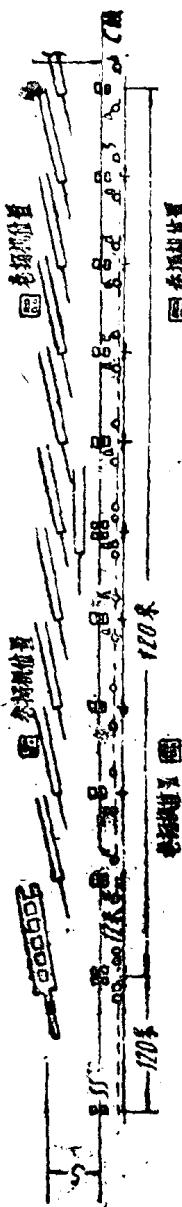

图 5 顺柱列侧向安装平面布置
(1) 顺柱列侧向安装法（见图5）：安装时，将人字架立在杯口侧面，采用滑行法起吊。柱根部另用一台手摇卷扬机或绞磨拖住，以防柱子滑动太快。安完一根柱子后，将人字架顺着柱列侧向移至另一位置，安装另一根柱子。这样施工，每班效率平均可以安装4.5根。施工时共配备22人，其中技工6人，壮工16人，其分工为：卷扬机司机2人，指挥1人，卷扬机助手4人，吊件上溜索绞磨控制4人，吊件底溜索控制4人，溜索指挥1人，吊件地面操纵4人，后缆风索的检查2人。